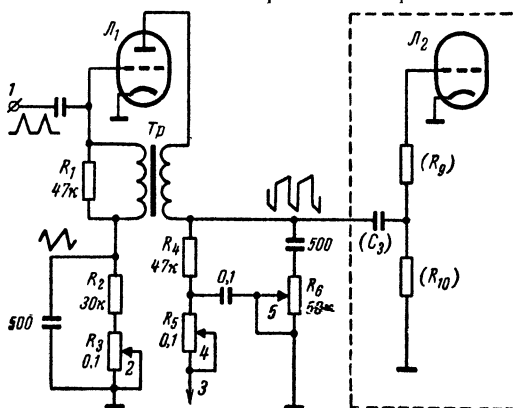

Рис. 17. Схема блокинг-генератора, который может быть использован в схеме на рис. 15 вместо мультивибратора.
**Н.** — Почему в схеме на рис. 17 на анод лампы блокинг-генератора подается повышенное напряжение от выходного каскада?
**Н.** — Но в схеме на рис. 17 я вижу дополнительный источник возможных неисправностей — обрыв в трансформаторе  $Tr$ .
Л. — Такое же назначение имеет постоянный или подстроечный конденсатор  $C_6$ . С этой же целью применены сопротивление  $R_1$  в схеме блокинг-генератора (рис. 17), сопротивления, включенные параллельно или последовательно с различными катушками (естественно, без блокировочных конденсаторов), а также сопротивления в цепях анодов и экранирующих сеток различных ламп.
**Н.** — Причем, очевидно, менять напряжение возбуждения можно путем изменения сопротивления  $R_8$  в мультивибраторе (рис. 15) либо сопротивления  $R_2$  (или потенциометра  $R_5$ , если он имеется) в блокинг-генераторе (рис. 17). Конечно, величина этих сопротивлений может с течением времени измениться.